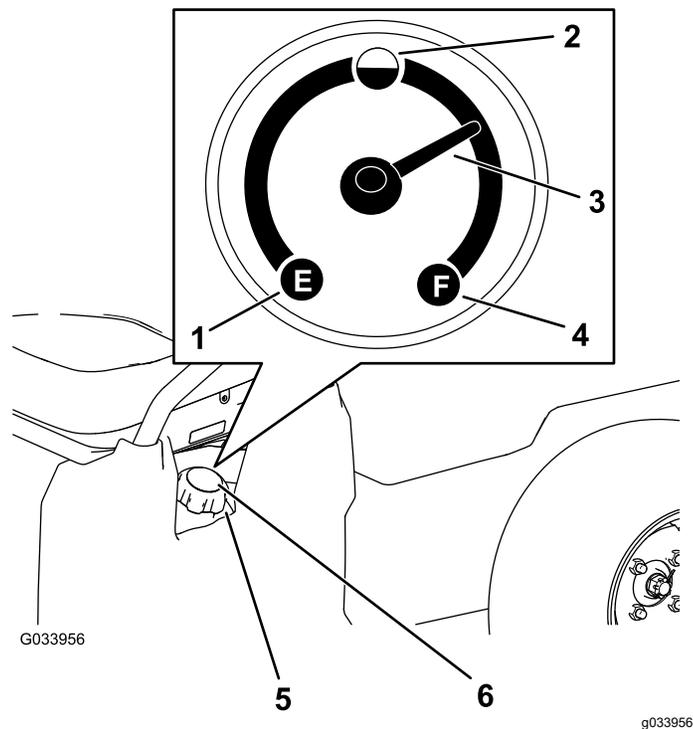

Figura 12
5. Limpie la zona alrededor del tapón del depósito de combustible (Figura 12).